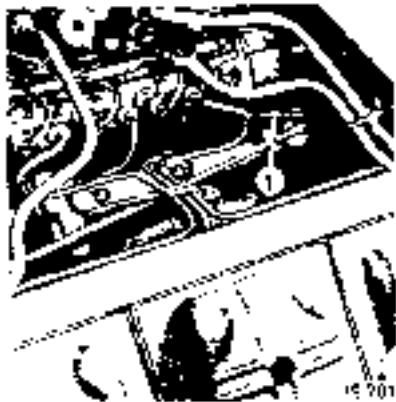

Рис. 6
- Рычаг регулятора 1 (см. рис. 6) вручную или при помощи кожуха привода переместить на  $1/4$  полного хода.